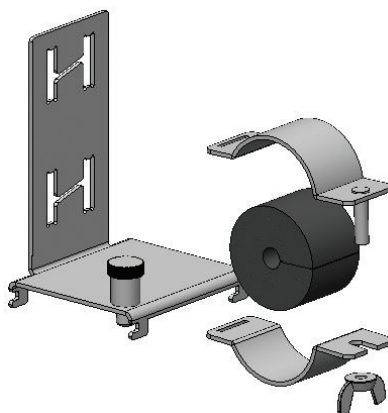

Figure 3
**Kit de collier de serrage :** les Kits de collier de serrage (Figure 3) sont des supports réglables de montage qui offrent une protection et facilitent la fixation du câblage sur le cadre. Un kit complet de colliers de serrage est fourni avec chaque plateau. Un kit supplémentaire de collier de serrage #F3168-CCK (collier de serrage et œillet uniquement) peut être ajouté à chaque support de montage.